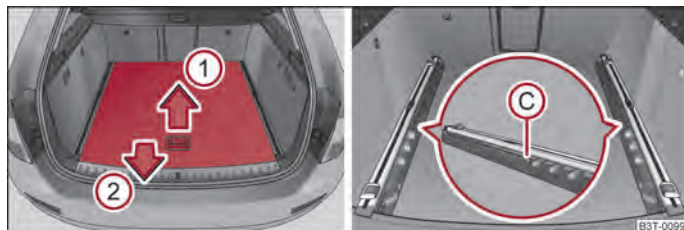
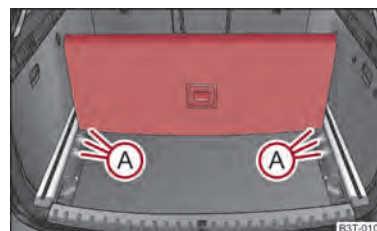

Fig. 76 Maletero: retirar parcialmente el suelo de carga variable
Fig. 77 Dividir el maletero
- Coja la parte trasera del suelo variable por la empuñadura, levántela un poco en dirección de la flecha ① en ⇒ fig. 76 y tire de ella a través del paragolpes en la dirección de la flecha ② hasta que encaje en el orificio C ⇒ fig. 76.
- Para introducir el suelo de carga variable, coja la parte del suelo por la empuñadura, levántela un poco en la dirección de la flecha ① y empujela hasta el tope hacia adelante.
- Coja la parte trasera del suelo por la empuñadura, levántela en dirección de la flecha ① ⇒ fig. 76 e introduzca el borde trasero en uno de los orificios A ⇒ fig. 77.